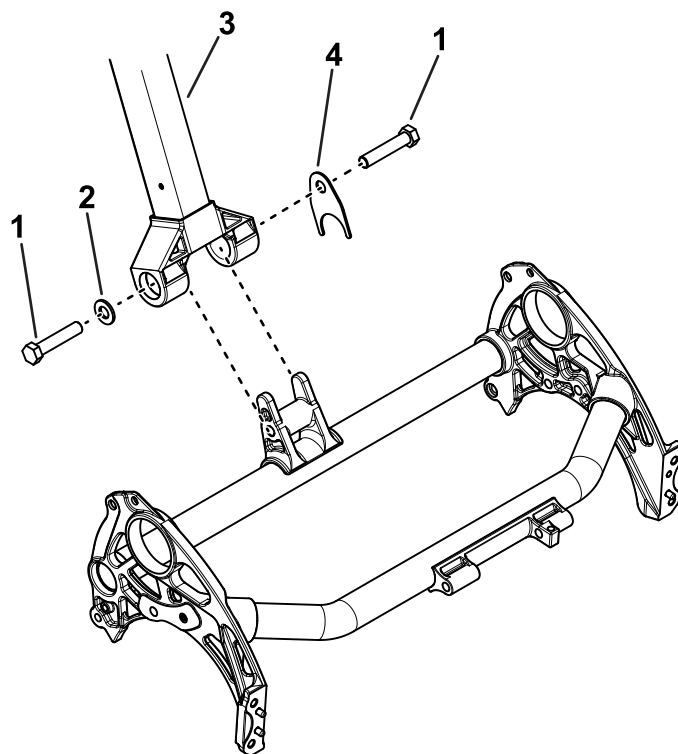

图 3
2. 使用 2 个螺栓 $\frac{1}{2} \times 2\frac{1}{2}$ 英寸、1 个防转垫圈和 1 个现有的扁平垫圈将手柄组件固定到机架上图 3。